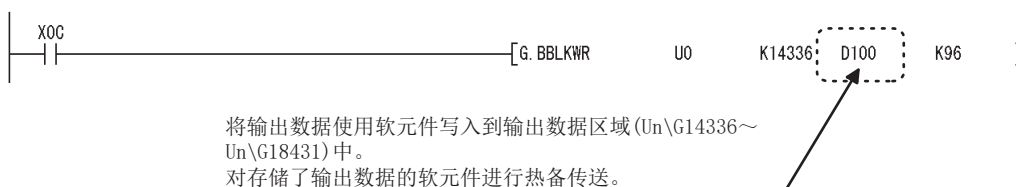

图 7.29 控制系统的 QJ71PB92V 侧的处理（系统切换前）
- (1) 图 7.29 为使用了专用指令时的示例。
- (2) 使用自动刷新的情况下，对输出数据的自动刷新目标中设置的软元件进行热备传送。